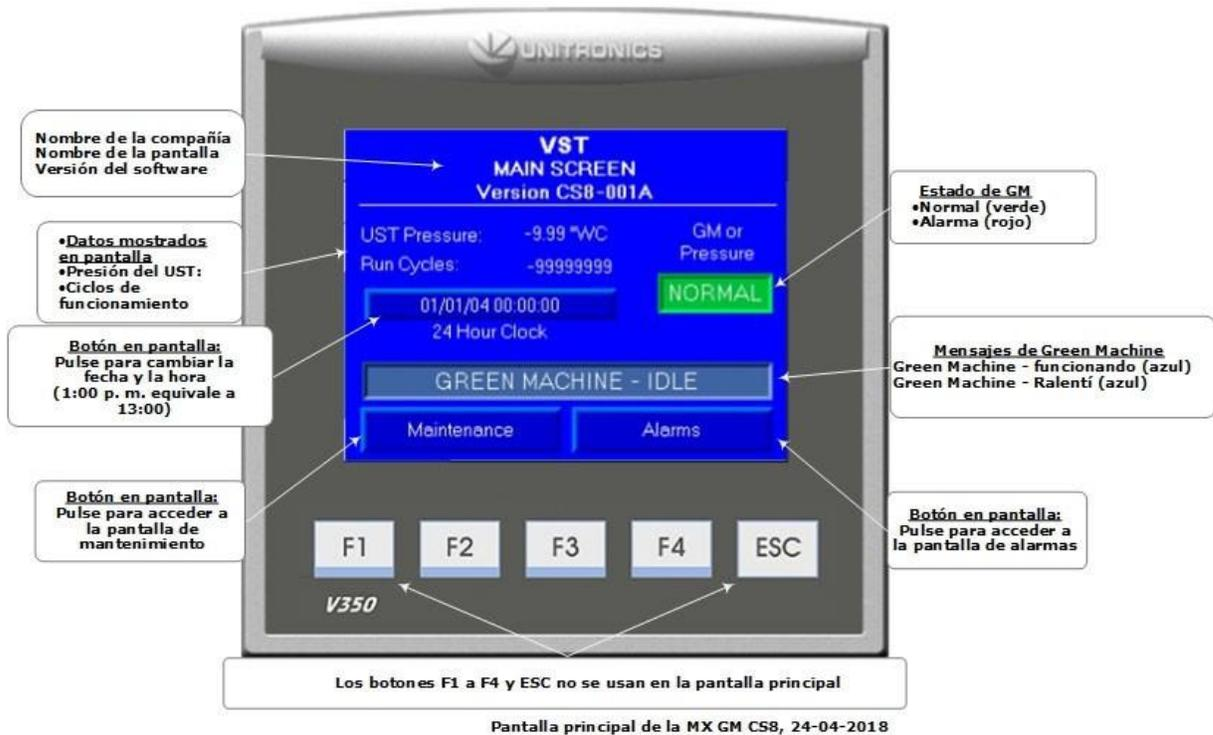

Figura 8-1: Pantalla principal del panel de control del GREEN MACHINE de VST
- Durante el funcionamiento normal, cuando la GREEN MACHINE funciona correctamente y no existen condiciones de alarma, el mensaje “NORMAL” (NORMAL) en un cuadro verde aparecerá en la ventana de estado de GM de la pantalla principal. **Vea la figura 8-1.**